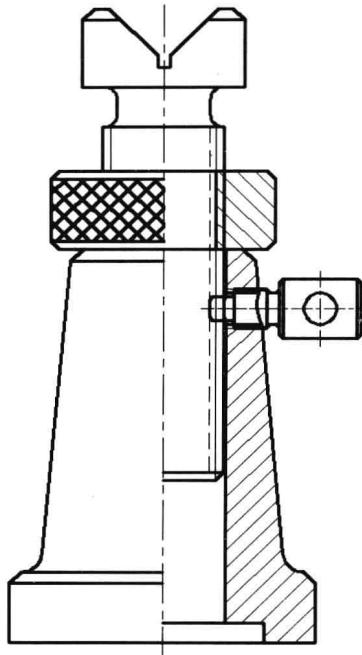
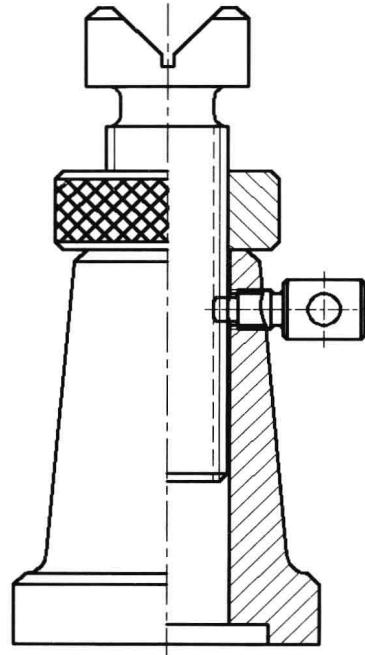

图 6-6-6
图 6-6-7
(7) 在“修改”面板中，单击“修剪”按钮 剪 ，单击螺母顶端边线作为修剪边界线，按 Enter 键，单击螺杆左侧多余的线段，按 Enter 键。选择螺杆左侧底部左侧多余线段，按 Delete 键，删除多段线段后，效果如图 6-6-6 所示。
(8) 用同样的方法删除螺母右侧的填充图案和多余的填充边界线。
(9) 在“绘图”面板中，单击“图案填充”按钮 填 ，打开“图案填充和渐变色”对话框，单击“添加：拾取点”按钮 圆 ，在需要填充的螺母右侧区域内单击，按 Enter 键；填充“图案”选择“ANSI31”，“角度”选择 90.00，单击“确定”按钮，在新的区域重新填充图案，如图 6-6-7 所示。